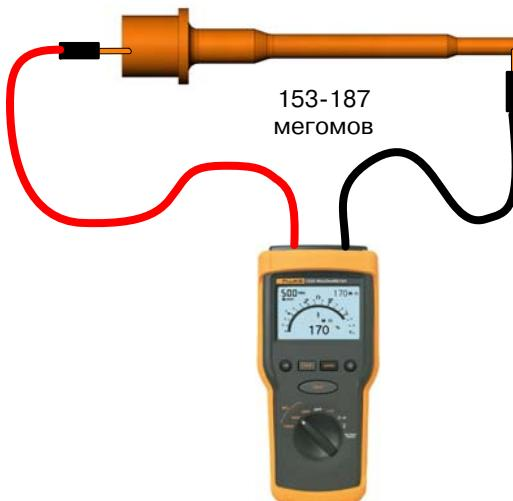

Рис. 11 Проверка сопротивления резистора
- См. рис. 11. Подсоединить щупы мегомметра к пружине резистора и пружине электрода.